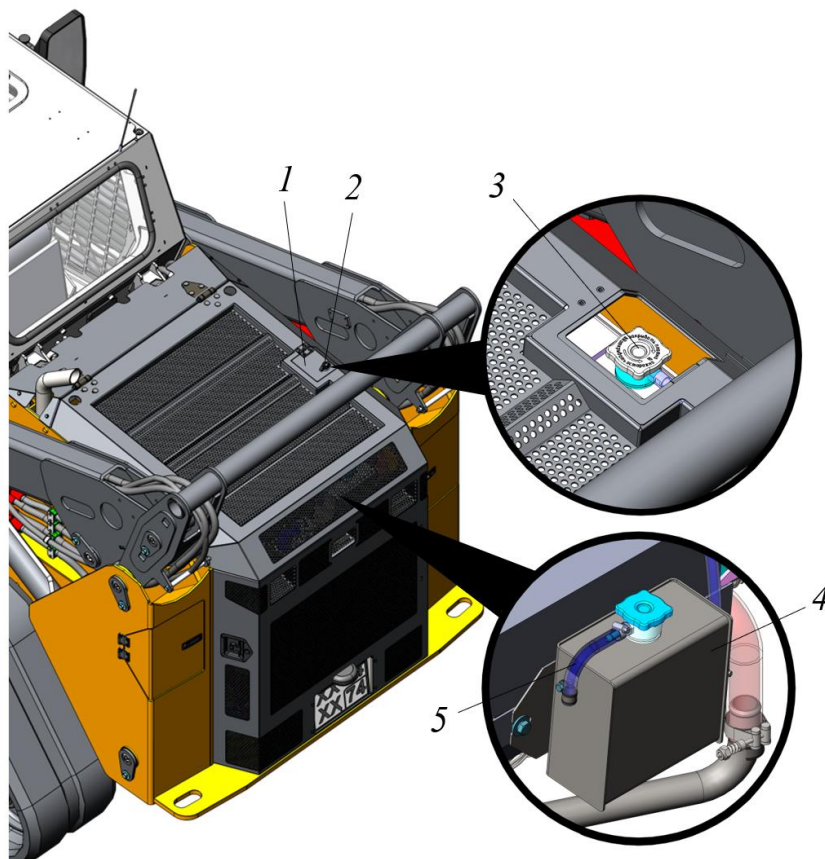

Рисунок 5.63. Процедура проверки уровня ОЖ в системе охлаждения двигателя
Проверка уровня охлаждающей жидкости (рис. 5.63)
Дозаправка системы охлаждающей жидкостью (рис. 5.63)
- ▶ Открыть лючок 1, повернув замок 2, см. рис. 5.63.